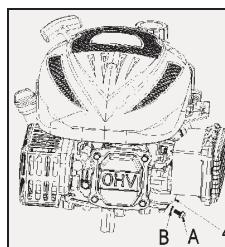
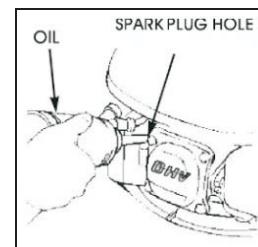

Fig. 13A
Fig. 13B
3. Depois de todo o combustível ser drenado para dentro do recipiente; Recoloque o parafuso de drenagem e a anilha. Aperte firmemente o parafuso de drenagem. (Ver Fig. 13A/Fig.13B)